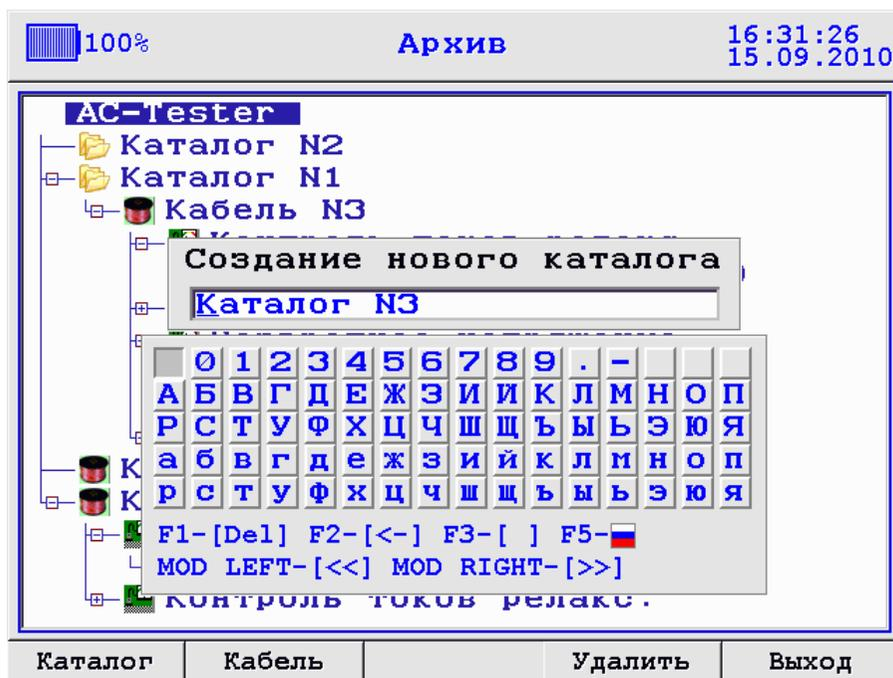
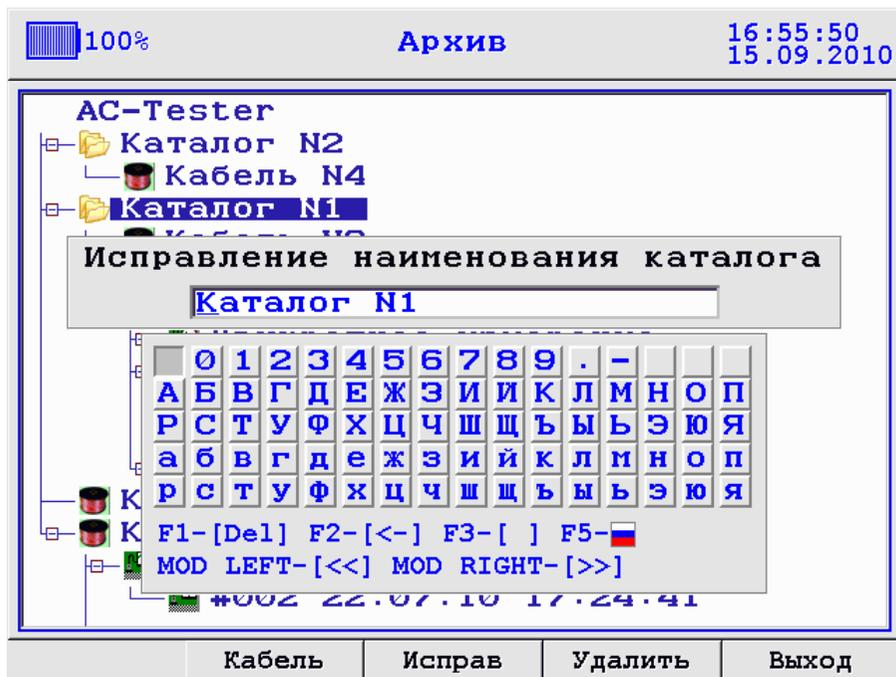

Рис. 3.41 Создание нового каталога
Рис. 3.47 Исправление наименования каталога
Редактирование осуществляется так же как при создании нового каталога, подробнее см. рис. 3.41, рис. 3.47.
1) *Редактирование параметров объекта измерения* осуществляется нажатием клавиши «F3»-«Исправ». Редактирование происходит так же как при создании объекта измерения (см. рис. 3.43, рис. 3.47).